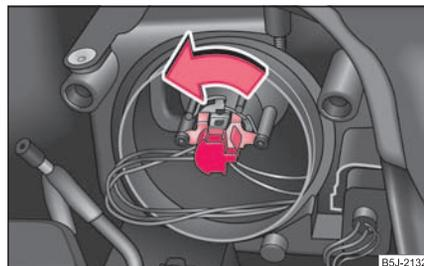

Fig. 209 Desmontaje de la bombilla para la luz de cruce y de carretera
- En el faro con módulo (bombilla de halógeno H7), ⇒ fig. 209 girar el conector junto con la bombilla de halógeno hasta el tope hacia la izquierda y retirarlo.